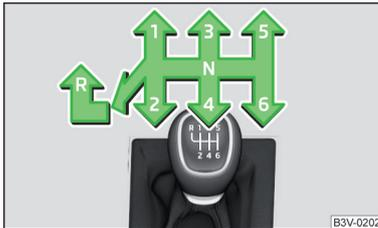

Fig. 168
» fig. 168.
- Placez le levier entièrement à gauche, puis tout droit en position **R** » fig. 168.